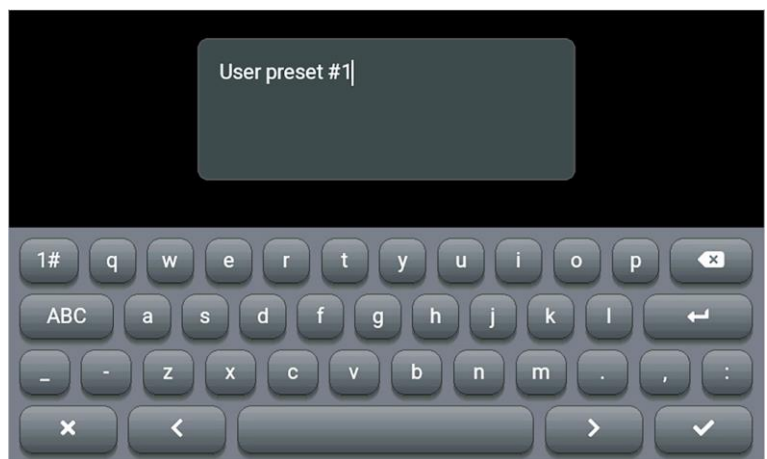

Рисунок 9.25 – Изменение названия пользовательской настройки
9.12.3. Пользователь может переименовать сохранённые настройки. Для этого нажмите кнопку с названием выбранной настройки. С помощью экранной клавиатуры измените название настройки (Рисунок 9.25).